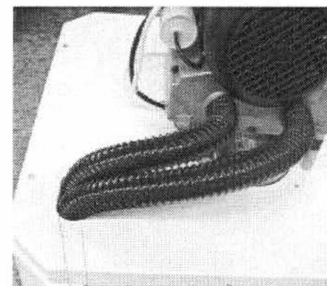

Рис. 3
8.3. Присоединительный элемент частичного вакуума (Рис. 3)